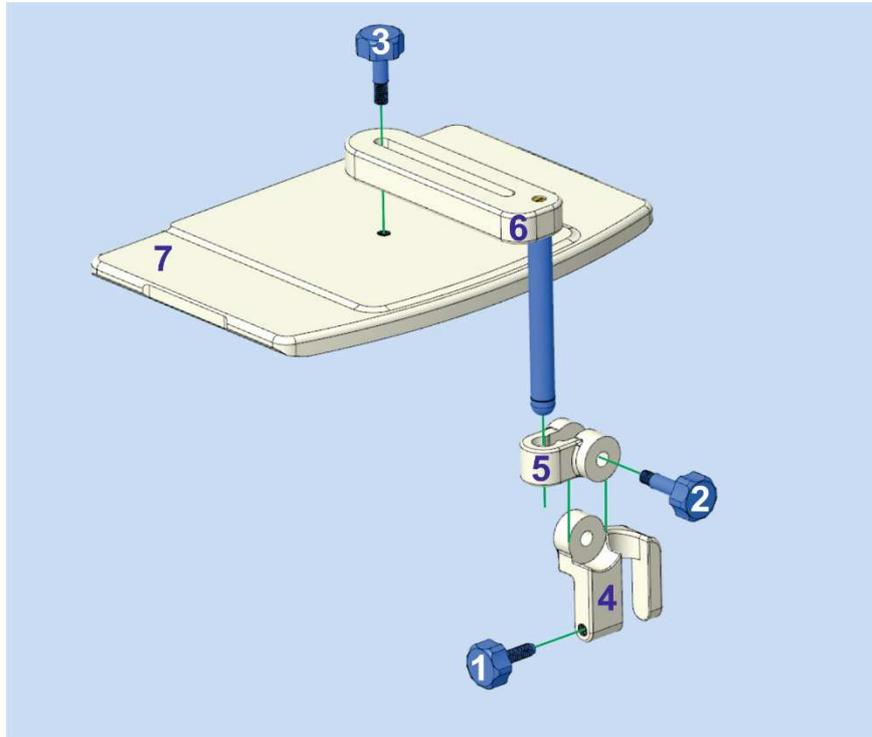

Figure 18 : assemblage du support d'antenne ER dans la configuration « Coil HLD ».
- Voir figure 18 pour des détails sur le montage du composant.